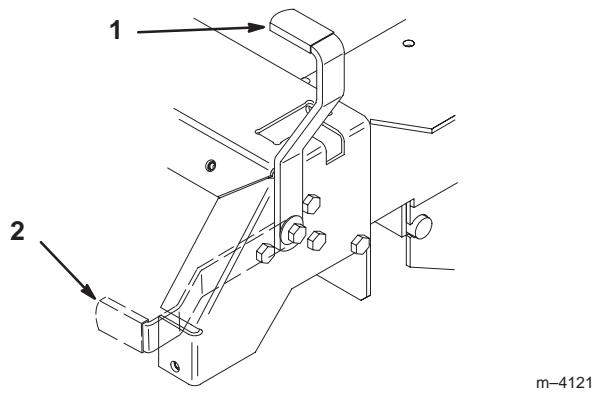

Figure 12
2. Tirez le frein de stationnement en arrière et vers le haut pour le serrer (Fig. 12). Une fois serré, le frein de stationnement ne doit plus bouger.
1. Poussez le levier du frein de stationnement vers l'avant et vers le bas (Fig. 12) afin de le desserrer. Le frein de stationnement est desserré.